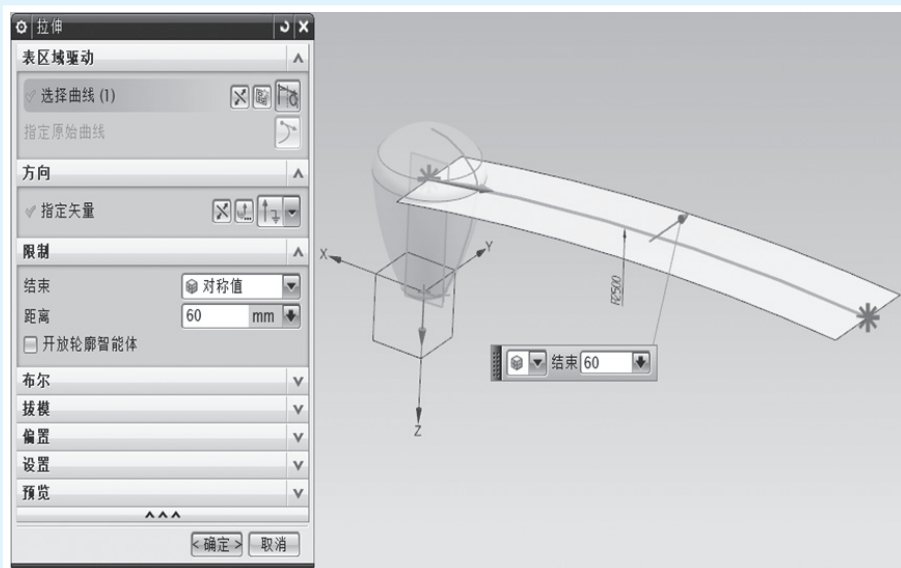

图 1-75
(9) 退出草图环境并在“拉伸”对话框中设置拉伸参数,单击“确定”按钮完成拉伸曲面 1,如图 1-75 所示。